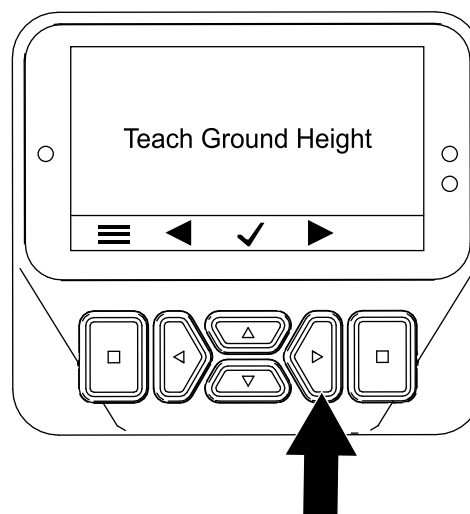

Figure 46
3. Appuyez deux fois sur le bouton vers la droite pour afficher l'écran Calibrating the Tine Ground Height (étalonnage de la hauteur des louchets par rapport au sol) (Figure 46).